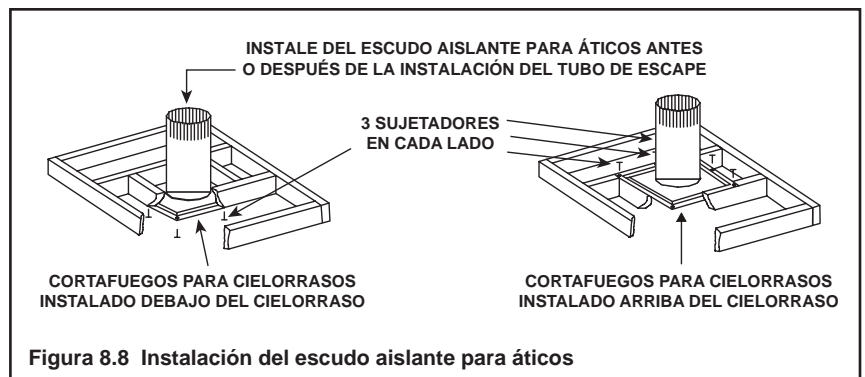

Figura 8.8 Instalación del escudo aislante para áticos
- El cortafuegos para cielorrasos puede ser instalado sobre o debajo de las vigas del cielorraso si se instala un escudo aislante para áticos. Instale el cortafuegos para cielorrasos debajo de las vigas entre pisos sin aislamiento. Consulte la Figura 8.8.